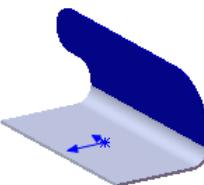
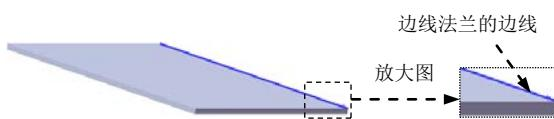

图 12.3.13 边线法兰 1
图 12.3.14 边线法兰的边线
Step3. 创建图 12.3.13 所示的钣金特征——边线—法兰 1。
(1) 选择命令。选择下拉菜单 **插入(I)** → **钣金(H)** → **边线法兰(E)...** 命令(或单击“钣金”工具栏中的  按钮)。
(2) 定义特征的边线。选取图 12.3.14 所示的模型边为生成的边线法兰的边线。